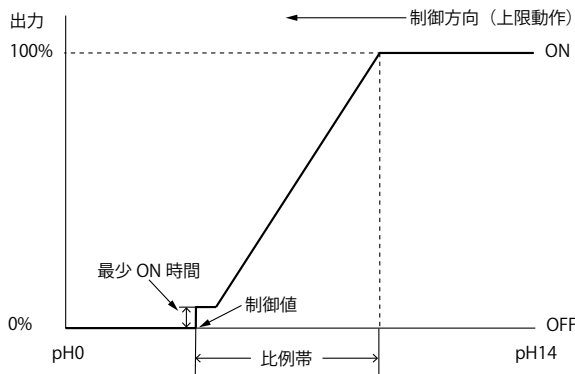

図 5
- 最少 ON 時間** : pH 制御の時分割比例制御では、駆動装置の最小分解能を考慮して、時分割比例の特性直線をシフトすることができます。(図 5 参照)
- 最少ON時間** : pH制御の時分割比例制御では、駆動装置の最小分解能を考慮して、時分割比例の特性直線をシフトすることができます。(前ページ図5参照)